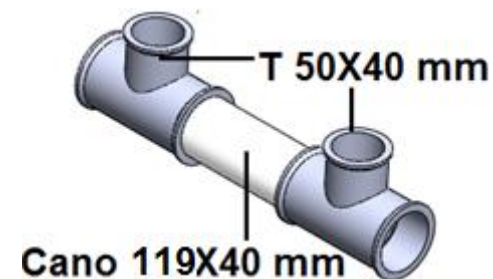

Figura 14. Montagem dos módulos – Módulo 3 – Passo 3
- Passo 3: Junte as 2 conexões “T 50X40 mm” com o cano 119X40 mm, como mostrado na figura 14 (1 unidade);